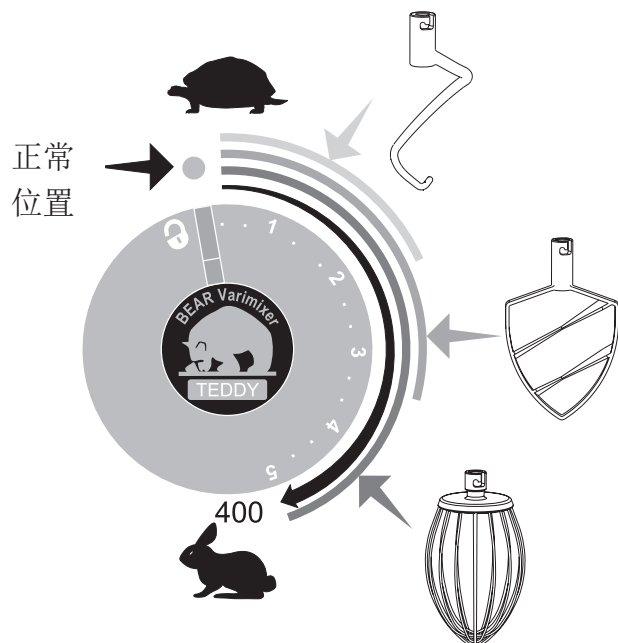

图2, 建议工作速度
G. 将控制按钮从锁定标志的位置上转开，超过1时，搅拌机启动。为防止面粉泼溅，建议逐渐增加速度，直到需要的速度为止（图3C），（建议工作速度见图2）。